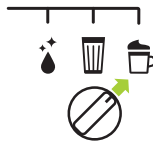

Fig. 27: Ajuste el selector a la posición de capuchino.
- Ajuste el selector a la posición de capuchino (ver **Fig. 27**).